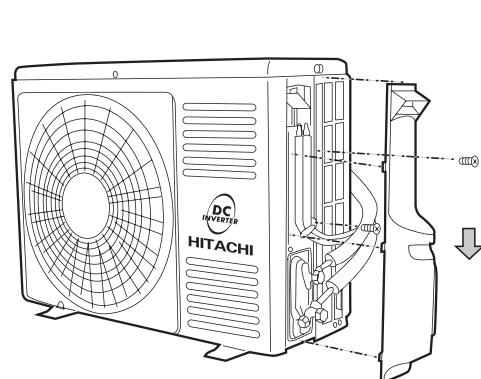
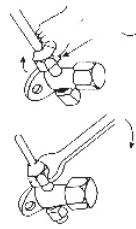

图21
图23
- (1) 将右侧板上边盖拆开。（如图21）
- (2) 将截止阀密封帽拆开。
- (3) 在截止阀与管的喇叭口处涂少许润滑油，然后按图23所示拧紧纳嘴。
- (4) 按图23所示用扳手牢固地将纳嘴扳紧，扭矩力按表（5）规定执行。